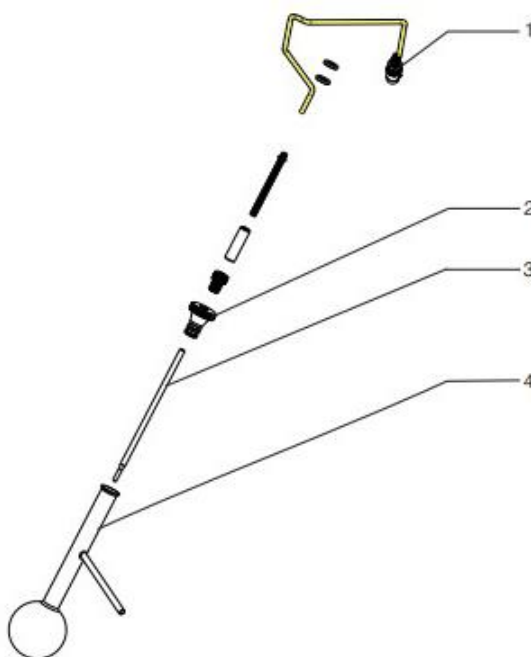

图1-5
3.2.1、蒸汽温度传感器安装 开箱后，找到蒸汽温度传感器(包括烧瓶塞)，按图 1-5 所示安装到蒸汽温度传感器,然后再将蒸汽温度传感器连接到仪器，将传感器引线悬挂于挂钩上，最后在准备好油样后将传感器如图所示装于烧瓶上，密封烧瓶。
如果试验只测定终馏点，则在试验前首先要将蒸汽温度传感器插入仪器的“蒸汽”插孔处。开箱后，找到蒸汽温度传感器(包括烧瓶塞)，按图 1-5 所示安装到蒸汽温度传感器,然后再将蒸汽温度传感器连接到仪器，最后在准备好油样后将传感器装于烧瓶上，密封烧瓶。